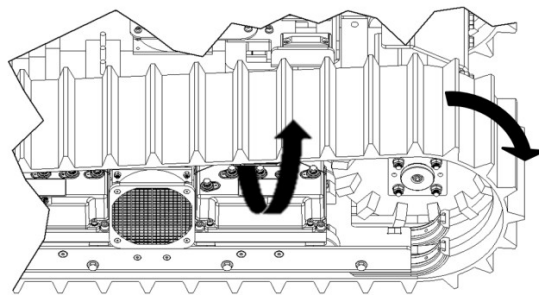

図29. 新しいゴムクローラ取り付け
3. ゴムクローラをドライブsprocketに押し当て、手でその外側を持ち上げ、ゴムの突起の最初の列がドライブsprocketの上にくる様にセットする。(図29参照)